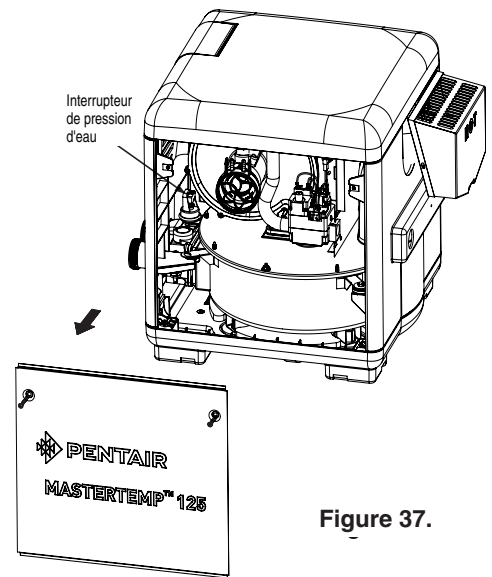

Figure 37.
5. Retirer les panneaux d'accès en dévissant les quatre vis de chaque porte, soulever ensuite les portes du panneau inférieur. S'il s'avère nécessaire, les vis peuvent servir de poignées, voir la figure 37.
3. Retirer les panneaux d'accès, voir la figure 37.